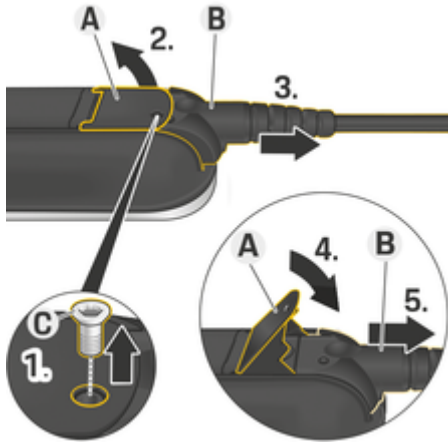

Fig. 108 Løse kabelen
- 1. Løs skruen **C** (Fig. 108) med et egnet verktøy.
- 2. Løft spaken **A** (Fig. 108).
- 3. Trekk ut pluggen **B** (Fig. 108) til du kjenner motstand.